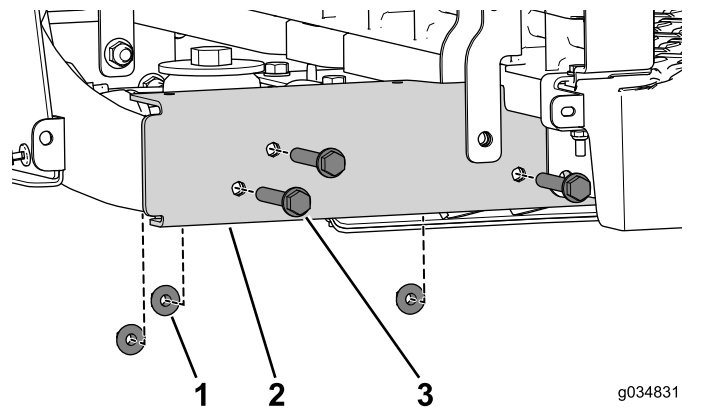

Figura 66
5. Retire los 3 pernos con arandela prensada (3/8" x 2 1/2") y tuercas (Figura 66). Haga esto en ambos lados de la máquina.